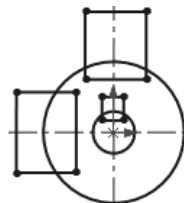

图 2.4 绘制矩形
(3) 绘制矩形。选择下拉菜单 **工具(T)** → **草图绘制实体(E)** → **边角矩形(R)** 命令, 在图形区中绘制图 2.4 所示的矩形。